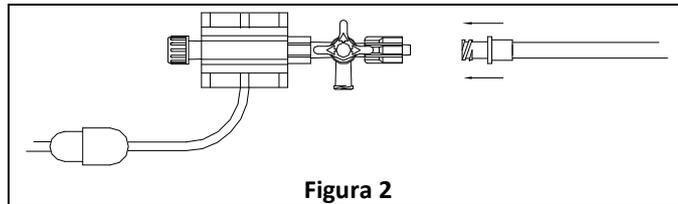

Figura 2
- 1) Collegare la linea di pressione che si vuole leggere (esofagea o gastrica) ad un trasduttore di pressione dotato di rubinetto a tre vie con luer-lock (Figura 2).